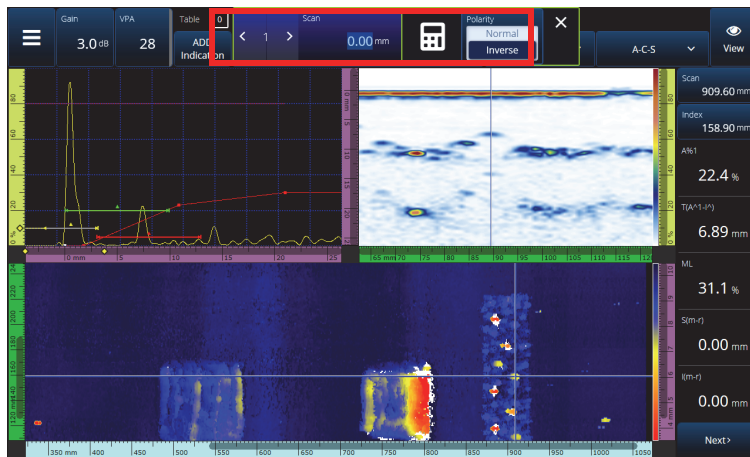

Abbildung 2-59 Springen zu einer bestimmten Stelle durch Eingabe einer Zahl auf der mit dem Ziffernblock
- c) Drücken Sie entweder die **Scan** oder **Index** Steuerung. Ein Menü erscheint, in dem Sie über die numerische Tastatur einen neuen Wert eingeben oder die Polarität des Weggebers umkehren können (Abbildung 2-59 auf Seite 119).